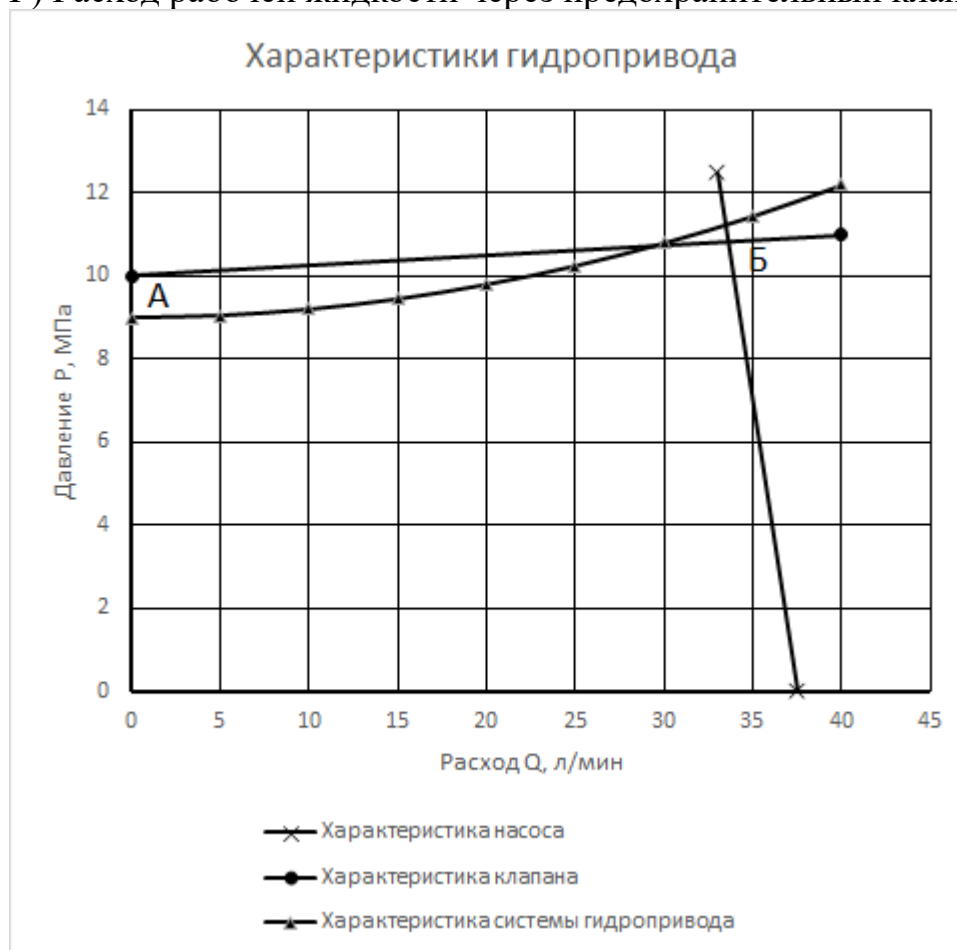

Рис.4
4. На рис.4 изображены характеристики насоса, предохранительного клапана и системы гидропривода. Используя данную диаграмму определить параметры работы гидропривода: